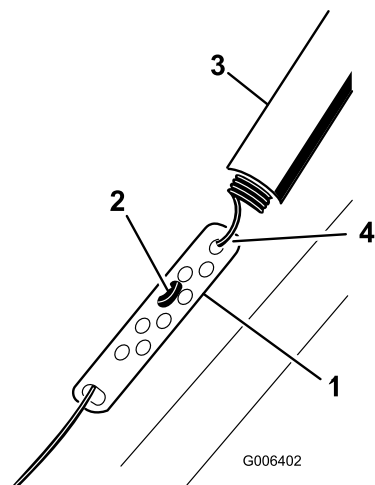

Figure 10
1. Remontez la protection du ressort et décrochez le ressort de la biellette de réglage (Figure 10).
2. Accrochez le raccord en Z à un trou plus haut ou plus bas sur la biellette de réglage de manière à obtenir un écart de 2 à 3 mm entre la barre de commande et le guidon (Figure 10).